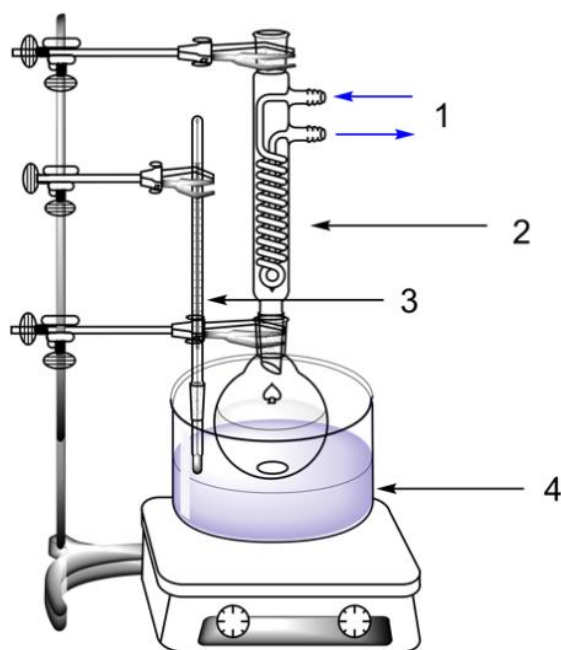

図 1：1 = 冷却水、2 = 還流冷却器、3 = 温度計、4 = オイルバス
6. フラスコをオイルバスに入れて、還流状態になるまでホットプレートで加熱する(約 110 °C。図 1 を参考に、温度計でオイルバスの温度を確認する)。1 時間還流させた後、クランプの位置を調整してフラスコをオイルバスから引き上げる。